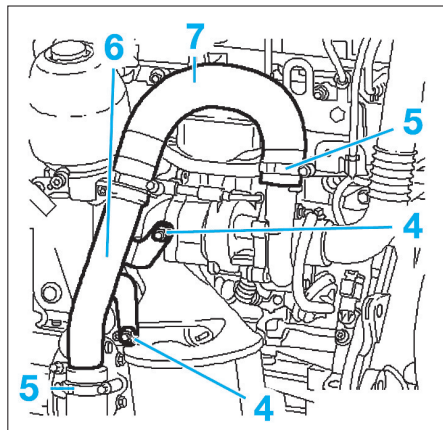

FIG. 42
- les vis (4) (Fig.42),
- les colliers (5),
- la canalisation (6) et la durite (7) d'air de suralimentation.